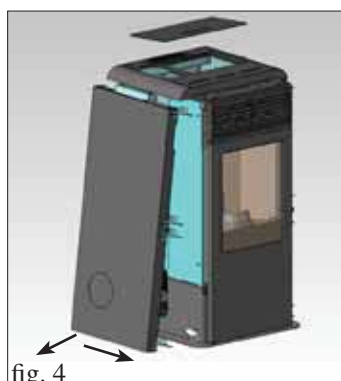

fig. 4
- Desmontar o lado metálico esquerdo), deslocando por cerca 2 cm para a parte da frente da estufa térmica, extraindo antes de baixo e pos tirando por baixo o top (fig.4).